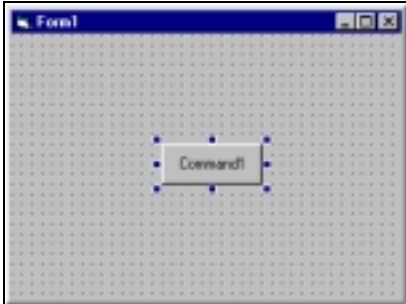

Figura 2.7:
- Haz un doble clic sobre el icono *CommandButton*. Ello hará que el formulario adquiera la apariencia de la figura 2.7.